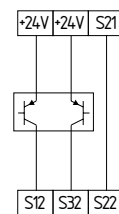

Fig. 8
**Comando de dois canais de um dispositivo de proteção orientado para segurança (baseado em microprocessadores) com saídas de semicondutores de comutação P (por exemplo, AOPD's), conforme EN IEC 61496 (ver Fig. 8)**